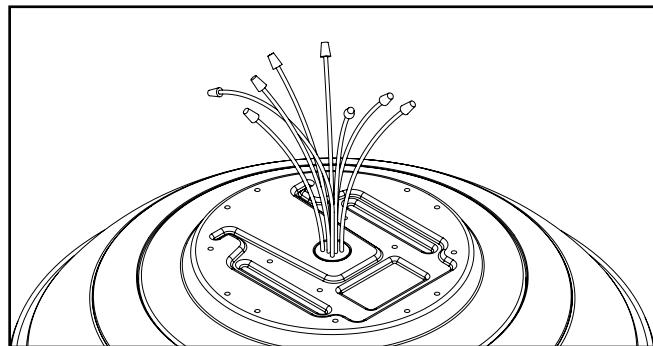

Figura 4. Imagen de la luminaria con cables UL924
- Haga un suplemento de conexiones eléctricas. (Figura 4)